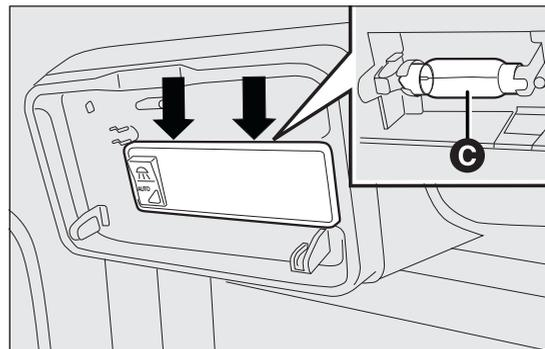

fig. 155
- ☐ sostituire la lampada C fig. 155 svincolandola dai contatti laterali accertandosi che la nuova lampada risulti correttamente bloccata tra i contatti stessi;